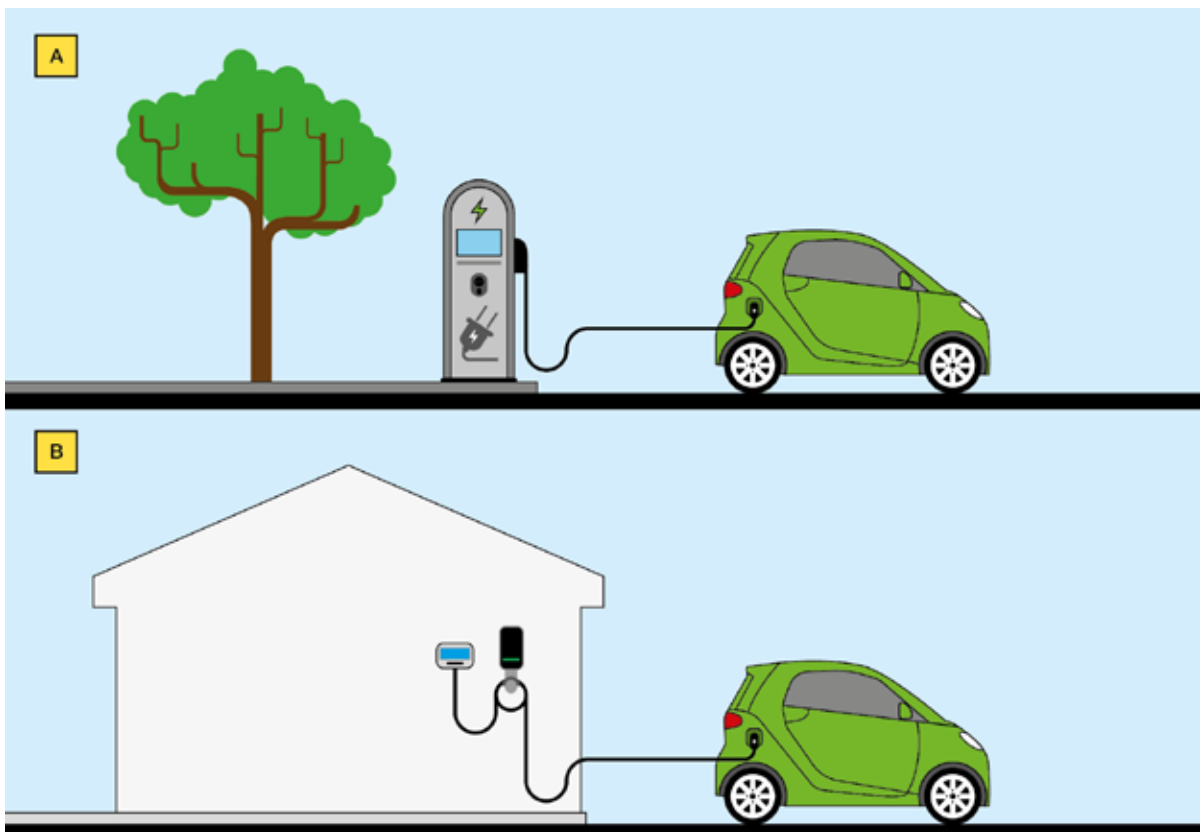

Figura 3: A) *Totem* na área pública ou em posto de abastecimento
As estações mais comuns são as do tipo “carregador de parede” (instalação em parede, comumente para uso residencial) ou as do tipo *Totem*, que são as estações para recarga comunitária. As estações de recarga podem ser divididas da seguinte forma: (I) Tomada de CA normalizada: recarga muito lenta; (II) Carregador de parede: recarga lenta; (III) *Totem* CA: recarga semirrápida e (IV) *Totem* CC: recarga rápida. A Figura 3 ilustra as estações mais comuns.